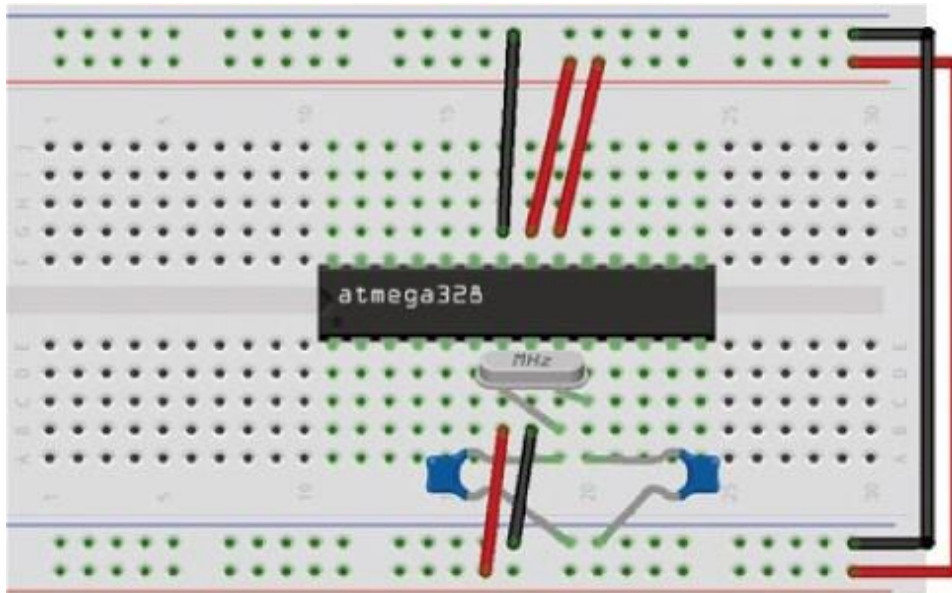

Abbildung 25-8: Den Quarz und die Scheibenkondensatoren einbauen
3. Verbinden Sie einen Anschluss des Quarzes mit Pin 9 des ATmegaChips und den anderen mit Pin 10. Verbinden Sie die Anschlüsse des einen 22-pF-Scheibenkondensators mit Pin 9 und Masse und die des anderen mit Pin 10 und Masse, wie in Abbildung 25-8 gezeigt.